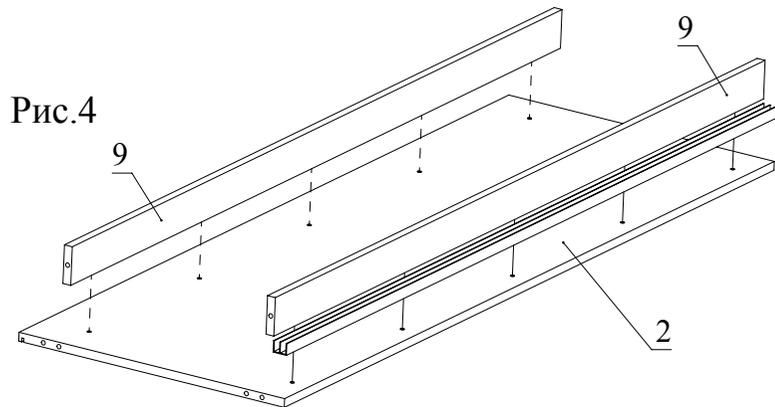

Рис.4
2. Вбейте подпятники в детали 3, 4 и 9. С помощью конфирматов соедините детали 2 и 9. С помощью шурупов 3,5 x16 прикрутите нижнюю направляющую (пластик) к дет.2 (Рис.4).